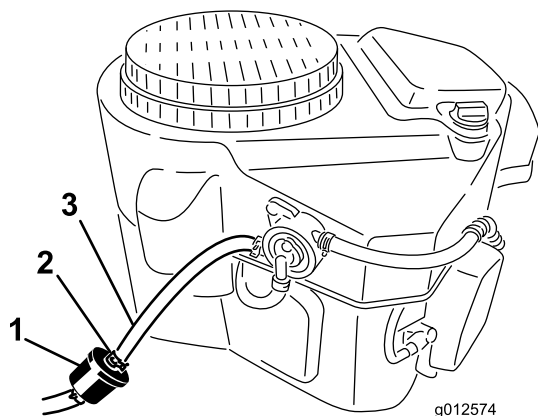

Figure 33
4. Pincez les extrémités des colliers et éloignez les colliers du filtre (Figure 33).